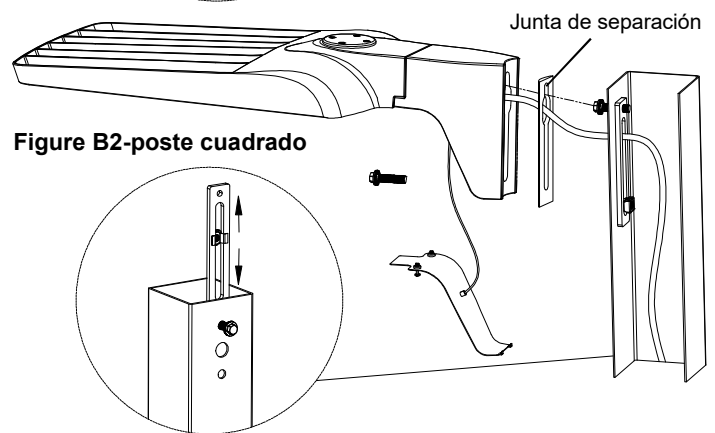

Figure B2-poste cuadrado
- Si se montará un poste cuadrado, coloque una junta entre el poste y el brazo para rellenar el espacio. Consulte la Figura B2.